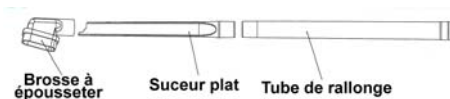

Fig. 8
2. Le suceur plat et la brosse à épousseter s'adaptent aux tubes de rallonge et au boyau. La brosse à épousseter peut aussi se fixer sur l'extrémité du suceur plat. (Fig. 8)